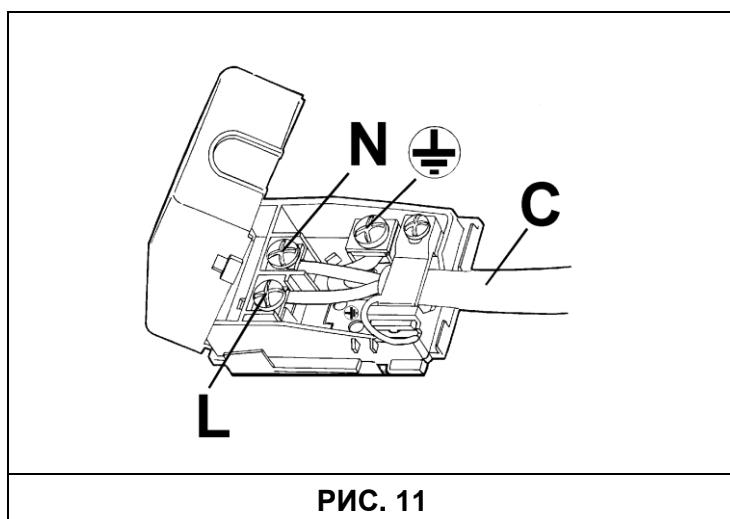

РИС. 11
- Установить электрическую вилку, соответствующую нагрузке, которая указана на этикетке, на кабеле электропитания «С», в случае если на кабеле не установлена такая вилка (см. рис. 11).
- Подключить кабели согласно схеме на рис. 11, убедиться, что они соответствуют следующим требованиям: